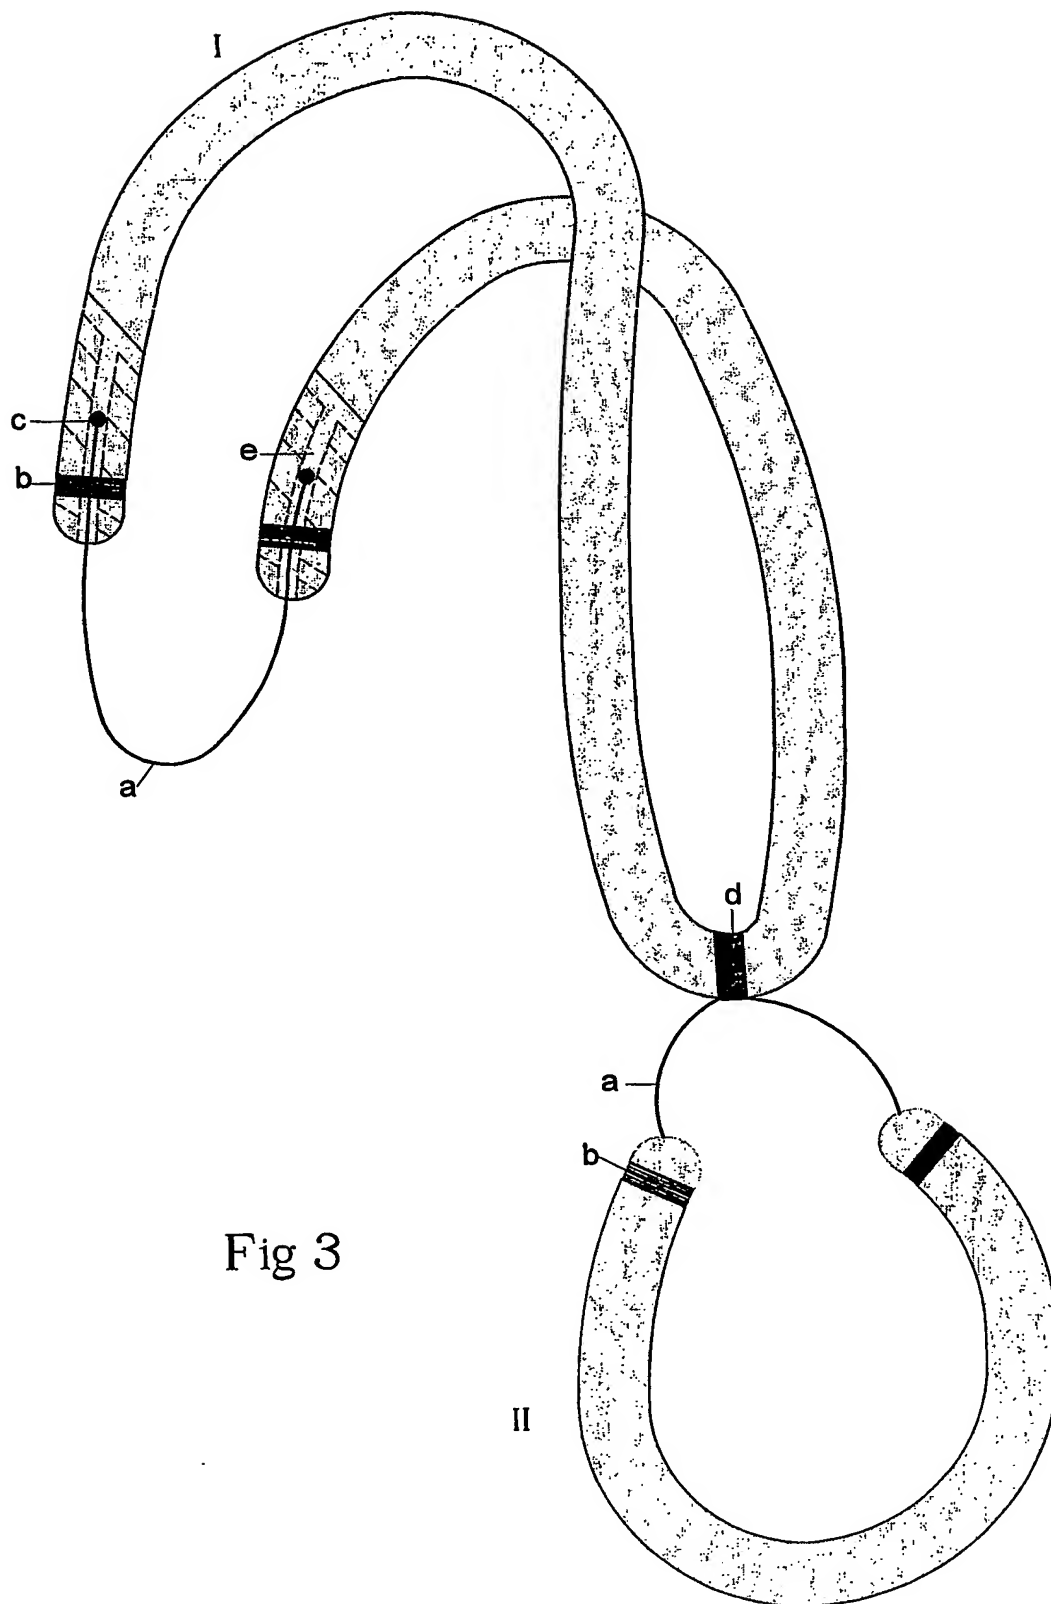

Fig 3
L'invention concerne directement les points A,B,D et (3/10, Fig 3).
Schéma des sandows liés (3/10, Fig3, un seul élastique I et II est représenté).
- 11)- Catapulte selon la revendication n°1, caractérisée en ce que les sandows propulseurs sont liés par une pièce ou ligaturés aux sandows tendeurs(planche 3/10 ; Fig 3). Le nombre d'élastomères, et leurs sections est fonction de la force de chaque individu et de la puissance recherchée pour propulser une flèche d'un calibre donné. Même si pour un diamètre défini d'élastique, on peut charger deux sandows tendeurs pour un sandow propulseur, pour des raisons de résistance et de longévité de la gomme, on utilise le rapport de section entre le sandow propulseur et le nombre de sandows tendeurs.